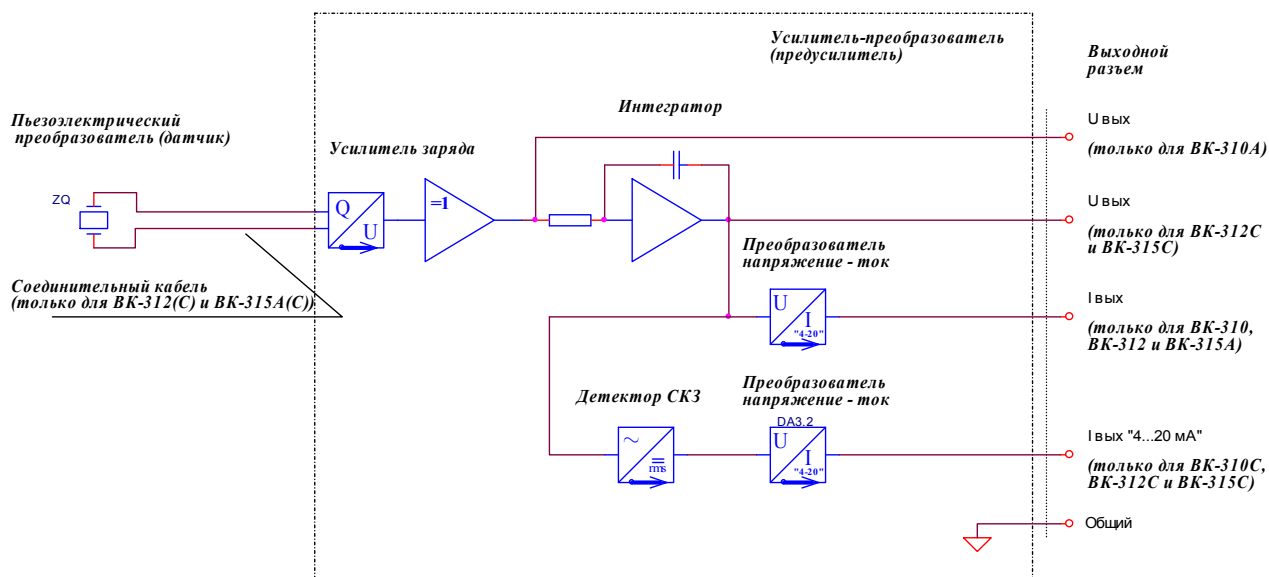

Рис. 1. Структурная схема вибропреобразователей типа ВК-310.
1.5.3. Обобщенная структурная схема вибропреобразователей типа ВК-310 приведена на рис.1.